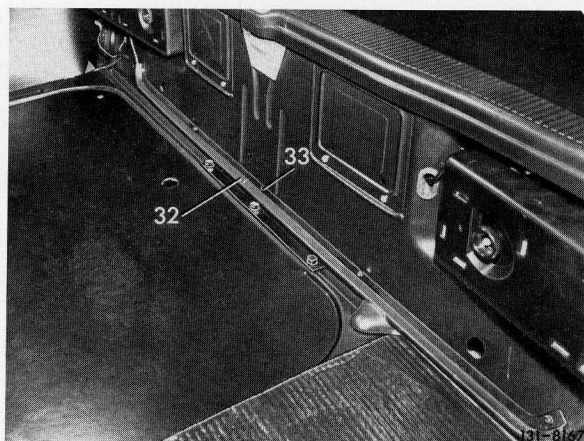

Bild 9
32 Kabelabdeckungen (32) in den Kofferraum einlegen und 5 Befestigungslöcher mit 3 mm Durchmesser in das Heckmittelstück bohren, dabei die Löcher in den Kabelabdeckungen (32) als Schablone verwenden. Anschließend die Kabelabdeckungen mit den Blechschrauben (33) montieren (Bild 9).